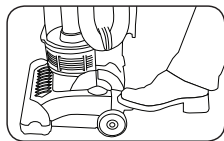

Fig. 1
1. Para liberar el mango, presione el pedal de liberación del mango en el lado izquierdo de la boquilla de la aspiradora y tire el mango hacia atrás (Fig. 1).